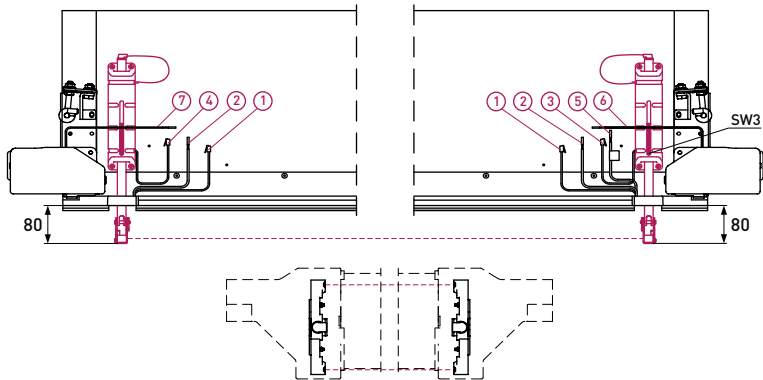

Рис. 1 — Регулировка положения штока с датчиком комплекта **PFS-200KIT**
1. При поставке ворот комплект фотоэлементов с кронштейнами **PFS-200KIT** установлен на полотне в транспортном положении, электрические кабели подведены к местам подключений. После сборки ворот требуется регулировка (рис. 1):
5. В коробки комплектов проведите через кабельные вводы кабели полотна ворот. На *рис. 1* в качестве примера показаны кабели полотна промышленных ворот с калиткой с плоским порогом: